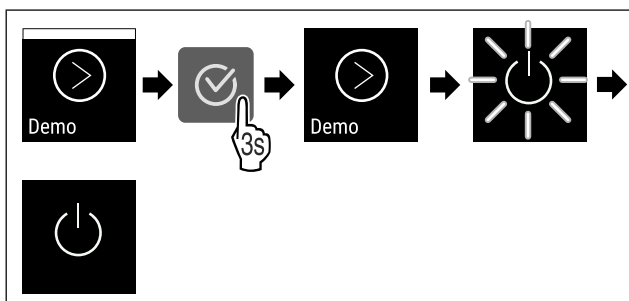

Fig. 111
- ▶ Izvedite zahtevane korake (glejte Fig. 111) .